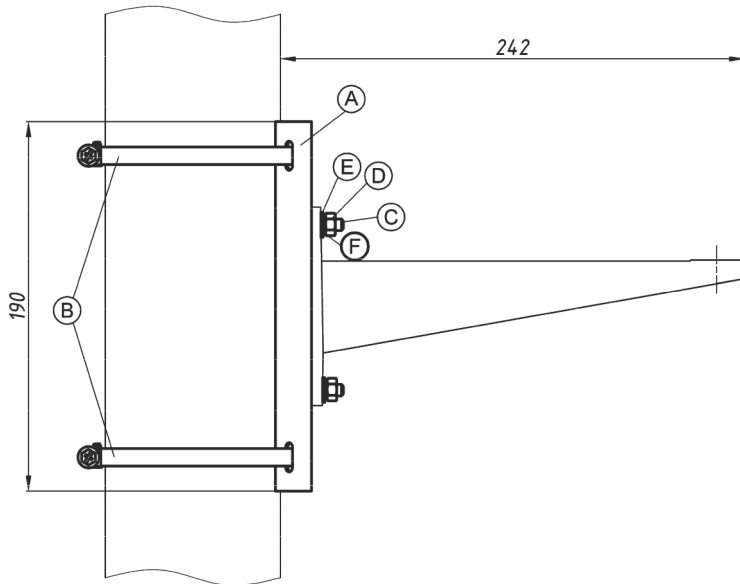

Рис.4 Монтаж кронштейна КС-1 на опору (круглую или квадратную)
- Ø; □ =115÷135мм (другой размер – под заказ). Монтаж кронштейна см. рис.4.